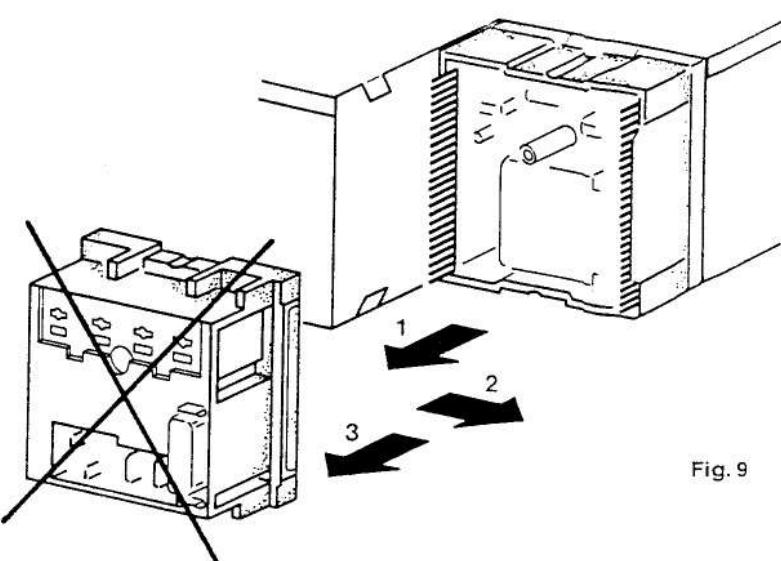

Fig. 9
2. Anschlußkästchen herausziehen, siehe Fig. 9.
2. Pull out the connection box, see fig. 9.
2. Retirer la boîte de jonction, voir fig. 9.
2. Tire la caja de conexión, véase fig. 9.